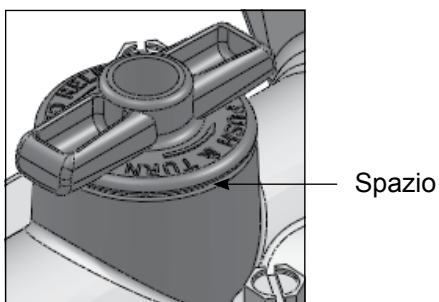

Figura 1.4
- Quando la pompa è pressurizzata, il tappo si solleva leggermente innestando il fermo di sicurezza (**figura 1.4**), evitando così la rimozione accidentale. Anche se i tappi possono essere rimossi sotto pressione, l'operatore deve volutamente premere il tappo e poi, tenendolo fermo, ruotarlo in senso antiorario. È possibile interrompere il processo di rimozione dei tappi durante il processo.